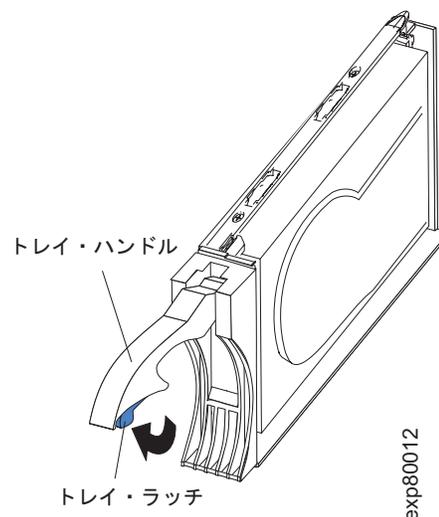

図 78. E-DDM CRU ハンドル
- b. 146 ページの図 78 に示すように、トレイのハンドルを、開いた位置になるように引き出します。
- a. 図 78 に矢印で示されているように、トレイ・ハンドル下部の内側を押して、E-DDM CRU のラッチを解放します。